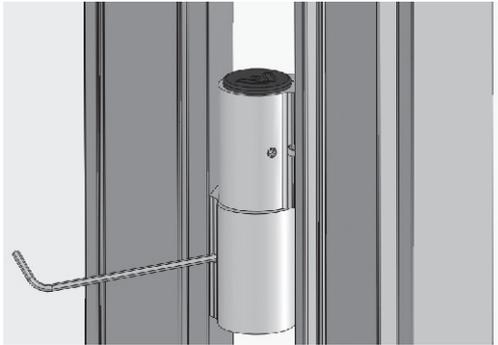

Рис. 37
18.1 Демонтировать крышки рамных полупетель, ослабив винты крепления имбусовым ключом 3 мм (Рис. 37).